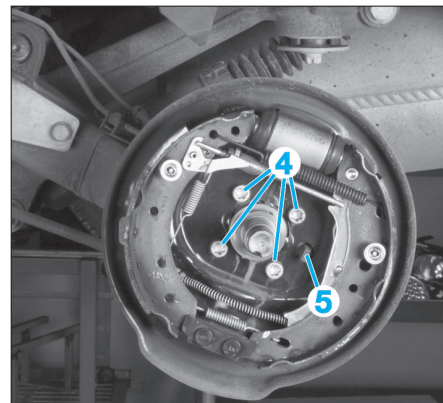

Fig. 58
- le capteur (5) (suivant équipement) (Fig.58),
- les vis de fixation (4) du plateau de frein, le déga-ger et le maintenir dans le passage de roue